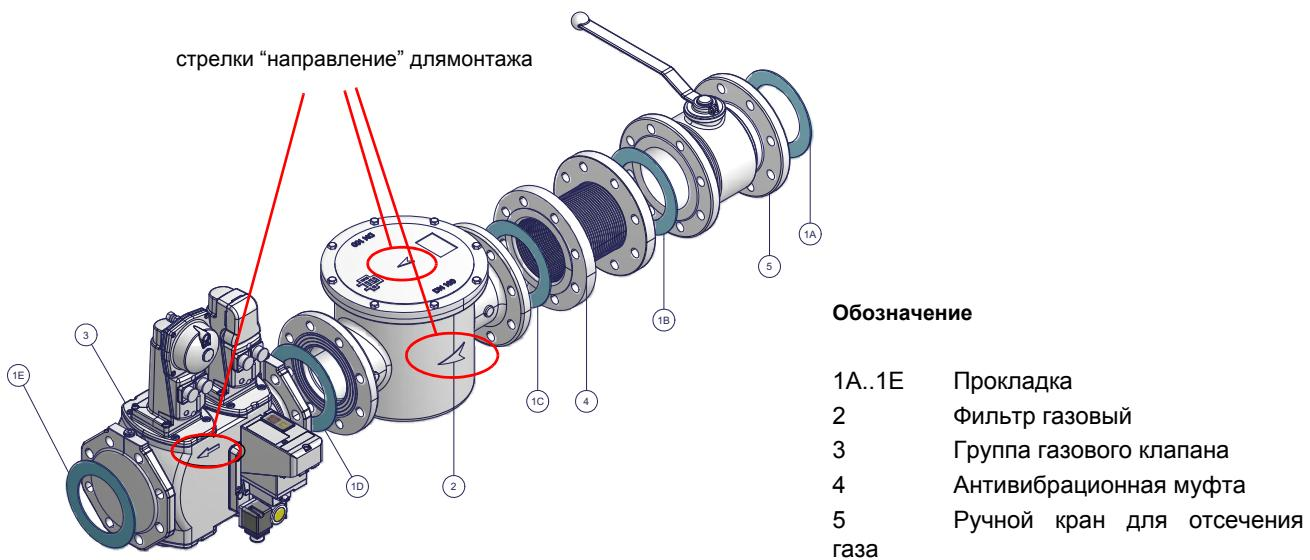

Рис. 6 - Пример газовой рампы
- 1- б) при фланцевых соединениях: между соседними компонентами устанавливать прокладку (1A..1E - Рис. 6), совместимую с используемым газом,
**ВНИМАНИЕ:** после монтажа газовой рампы согласно схеме на Рис. 6, необходимо провести тестирование на герметичность газового контура, согласно требований действующих нормативов.